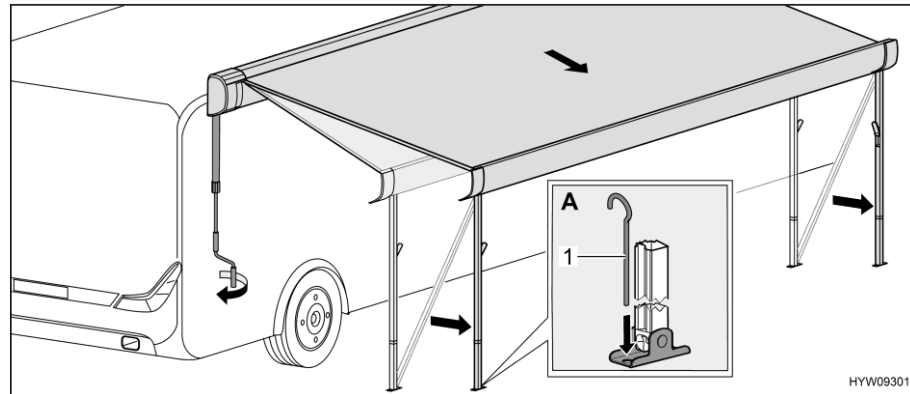

Fig. 30 Mover el toldillo a la posición final
- Fijar los pies de apoyo en el suelo usando piquetas (Fig. 30,1) (Fig. 30,A).